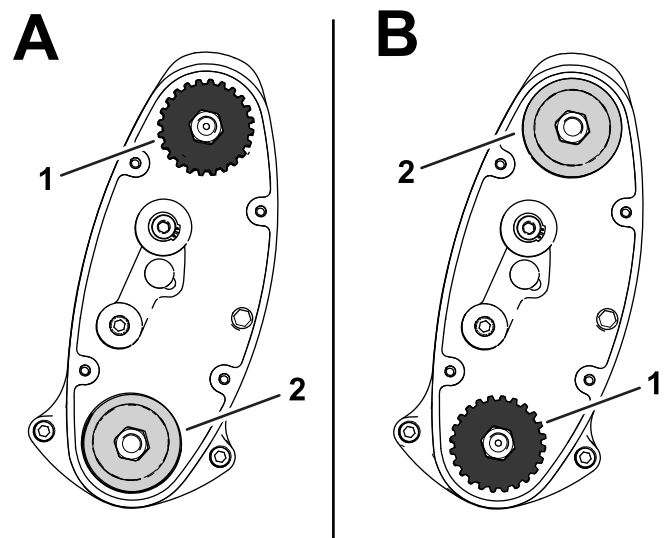

Figure 16
- **POSITION HAUTE** : "A" à la Figure 16
- **POSITION BASSE** : "B" à la Figure 16